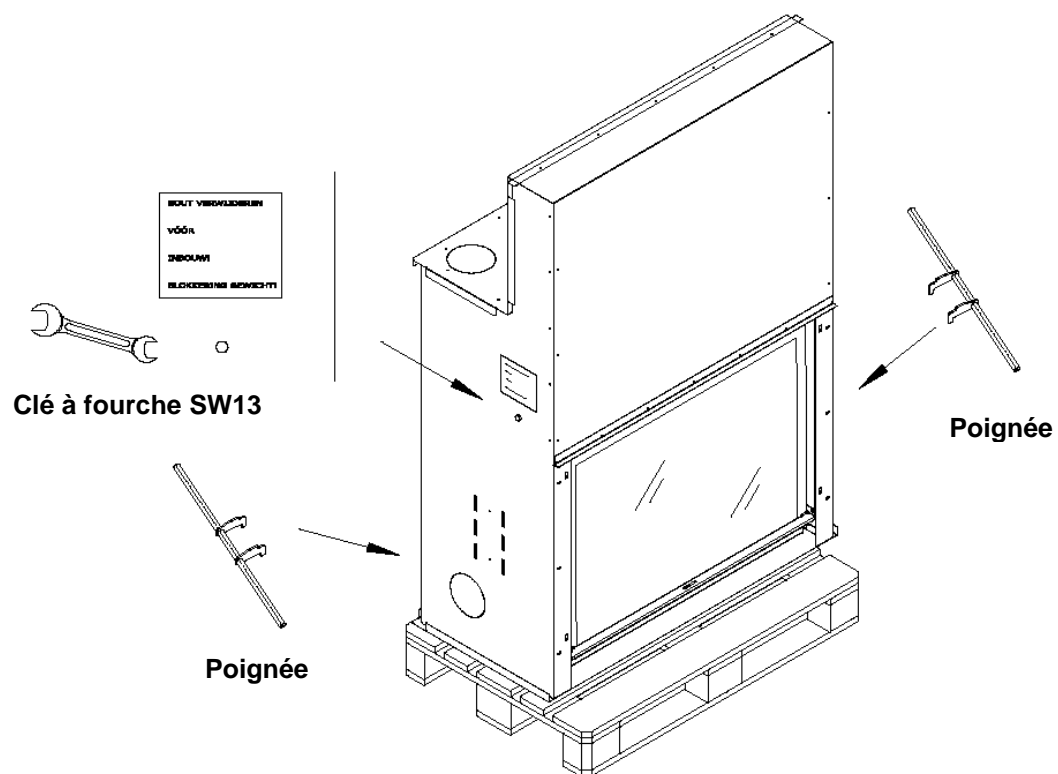

Figure 2: Enlèvement du boulon
- Enlevez le boulon qui bloque la porte coulissante avant le montage ! (figure 2) (photos 1-2).